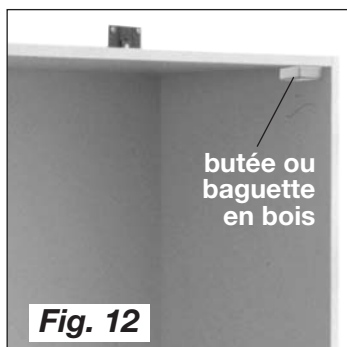

Fig. 12
- In order to prevent the Bettlift swinging more than 90° into the cabinet, we recommend fitting buffers at the top on the left and the right (alternatively a wooden lath can be used), see **Fig. 12**.
- Pour ne pas pouvoir pivoter le Bettlift plus de 90° dans le meuble, nous recommandons de monter une butée en haut à gauche et à droite 90° (visser éventuellement une baguette en bois), voir **fig. 12**.
- Para que el elevador cama no entre en el cuerpo del armario (más de 90°), es aconsejable instalar un tope interior a ambos lados del panel superior. También puede atronillar un listón de madera. Véase **Fig. 12**.